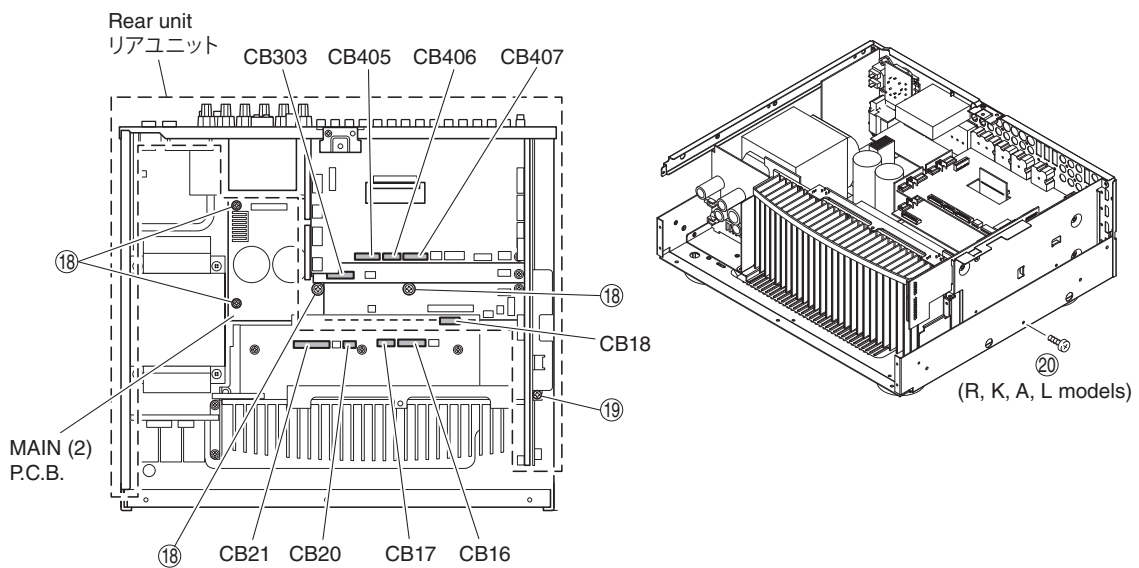

Fig. 8
- Remove 4 screws (18) and screw (19). (Fig. 8)
- Remove screw (20). (R, K, A, L models) (Fig. 8)
- Remove CB16-18, CB20, CB21, CB303, CB405, CB406 and CB407. (Fig. 8)
- Remove the rear unit and MAIN (2) P.C.B.. (Fig. 8)
- ⑱のネジ 4 本、⑲のネジ 1 本を外します。(Fig. 8)
- CB16-18、CB20、CB21、CB303、CB405-407 を外します。(Fig. 8)
- リアユニットおよび MAIN (2) P.C.B. を取り外します。